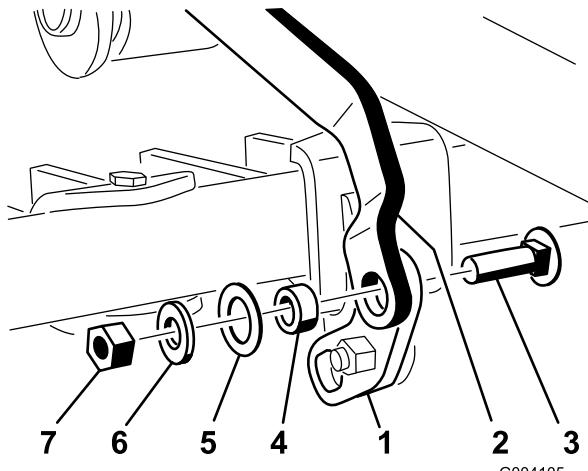

Figura 16
5. Con l'articolazione del gruppo pedale di sollevamento rivolta verso l'alto, fissate il foro quadrato sull'aletta di articolazione all'estremità della bielletta della barra attrezzi mediante un bullone a testa tonda (3/8" x 1 1/4"), un distanziale, una rondella (1"), una rondella (13/16") e un dado di bloccaggio (5/16") come illustrato in Figura 16.